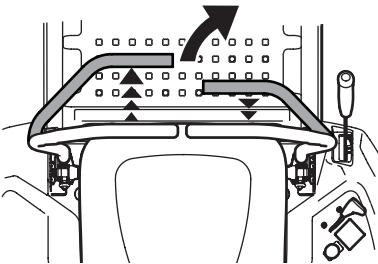

Figura 25
- Para girar a la derecha, mueva la palanca de control de la transmisión derecha hacia atrás respecto de la palanca izquierda. Consulte la Figura 25.